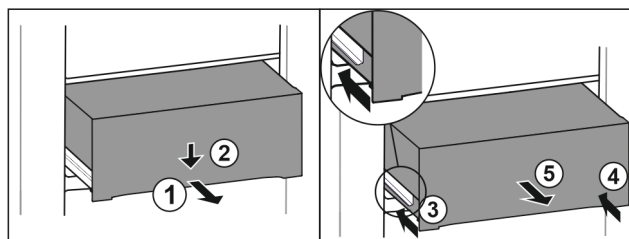

Fig. 119
- ▶ Tirer le tiroir jusqu'à mi-chemin. Fig. 119 (1)
- ▶ Appuyer sur l'avant du tiroir vers le bas. Fig. 119 (2)
- ▶ Insérer le rail gauche d'env. 2 cm. Fig. 119 (3)
- ▶ Insérer le rail droit d'env. 2 cm. Fig. 119 (4)
- ▶ Retirer le tiroir par l'avant. Fig. 119 (5)